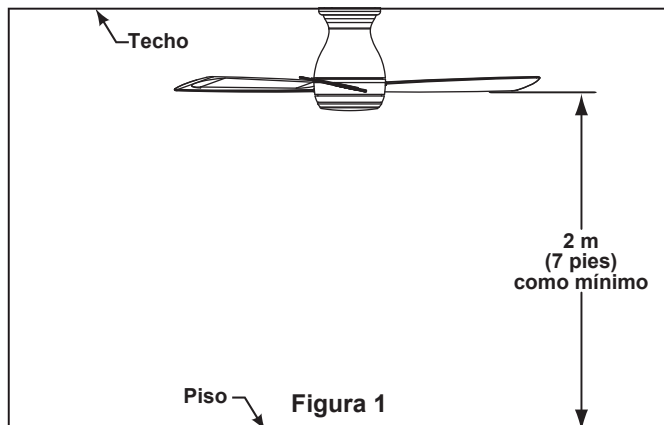

Figura 1
### Uso de perfil bajo (Figura 1)
Las aspas del ventilador deben estar suspendidas, al menos, a 2 m (7') del piso (Figura 1)
Para evitar una posible descarga eléctrica, asegúrese de cortar la alimentación eléctrica de la caja de fusibles principal antes de alambrado el ventilador. (Figura 1)
Para evitar posibles descargas eléctricas, asegúrese de que la electricidad esté desconectada en la caja de fusibles principal antes de colgar el ventilador. (Figura 1)
1. Asegure el control instalado en la pared en la caja de conexiones con los dos tornillos suministrados. A continuación, la placa frontal fija el control de pared con los dos tornillos pintados. (Figura 1)